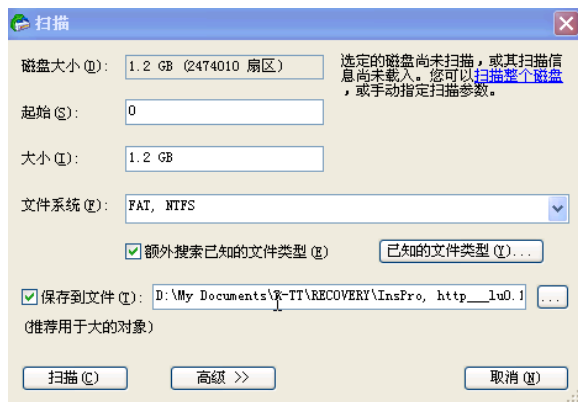

图 5-59 扫描属性对话框
(7) 单击“保存”按钮，扫描属性对话框变为如图 5-59 所示的界面。